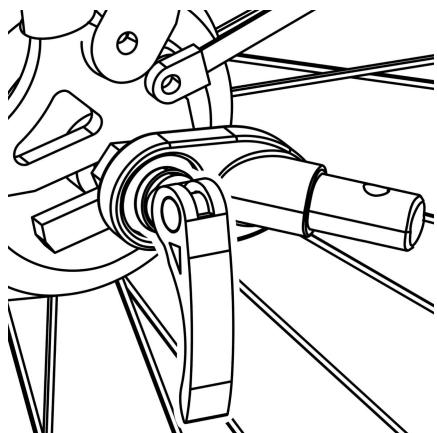

Abbildung 11
**1. Schnellspanner - Achse:** Entfernen Sie den Schnellspanner von der linken Seite der Hinterachse des Fahrrads. Montieren Sie die Kupplung zwischen Schnellspanner und Rahmen. Ziehen Sie den Schnellspanner gemäß der Anleitung des Fahrradherstellers fest. Die Anhängerkupplung kann beim Abnehmen des Anhängers am Fahrrad verbleiben ( Abbildung 11 ).